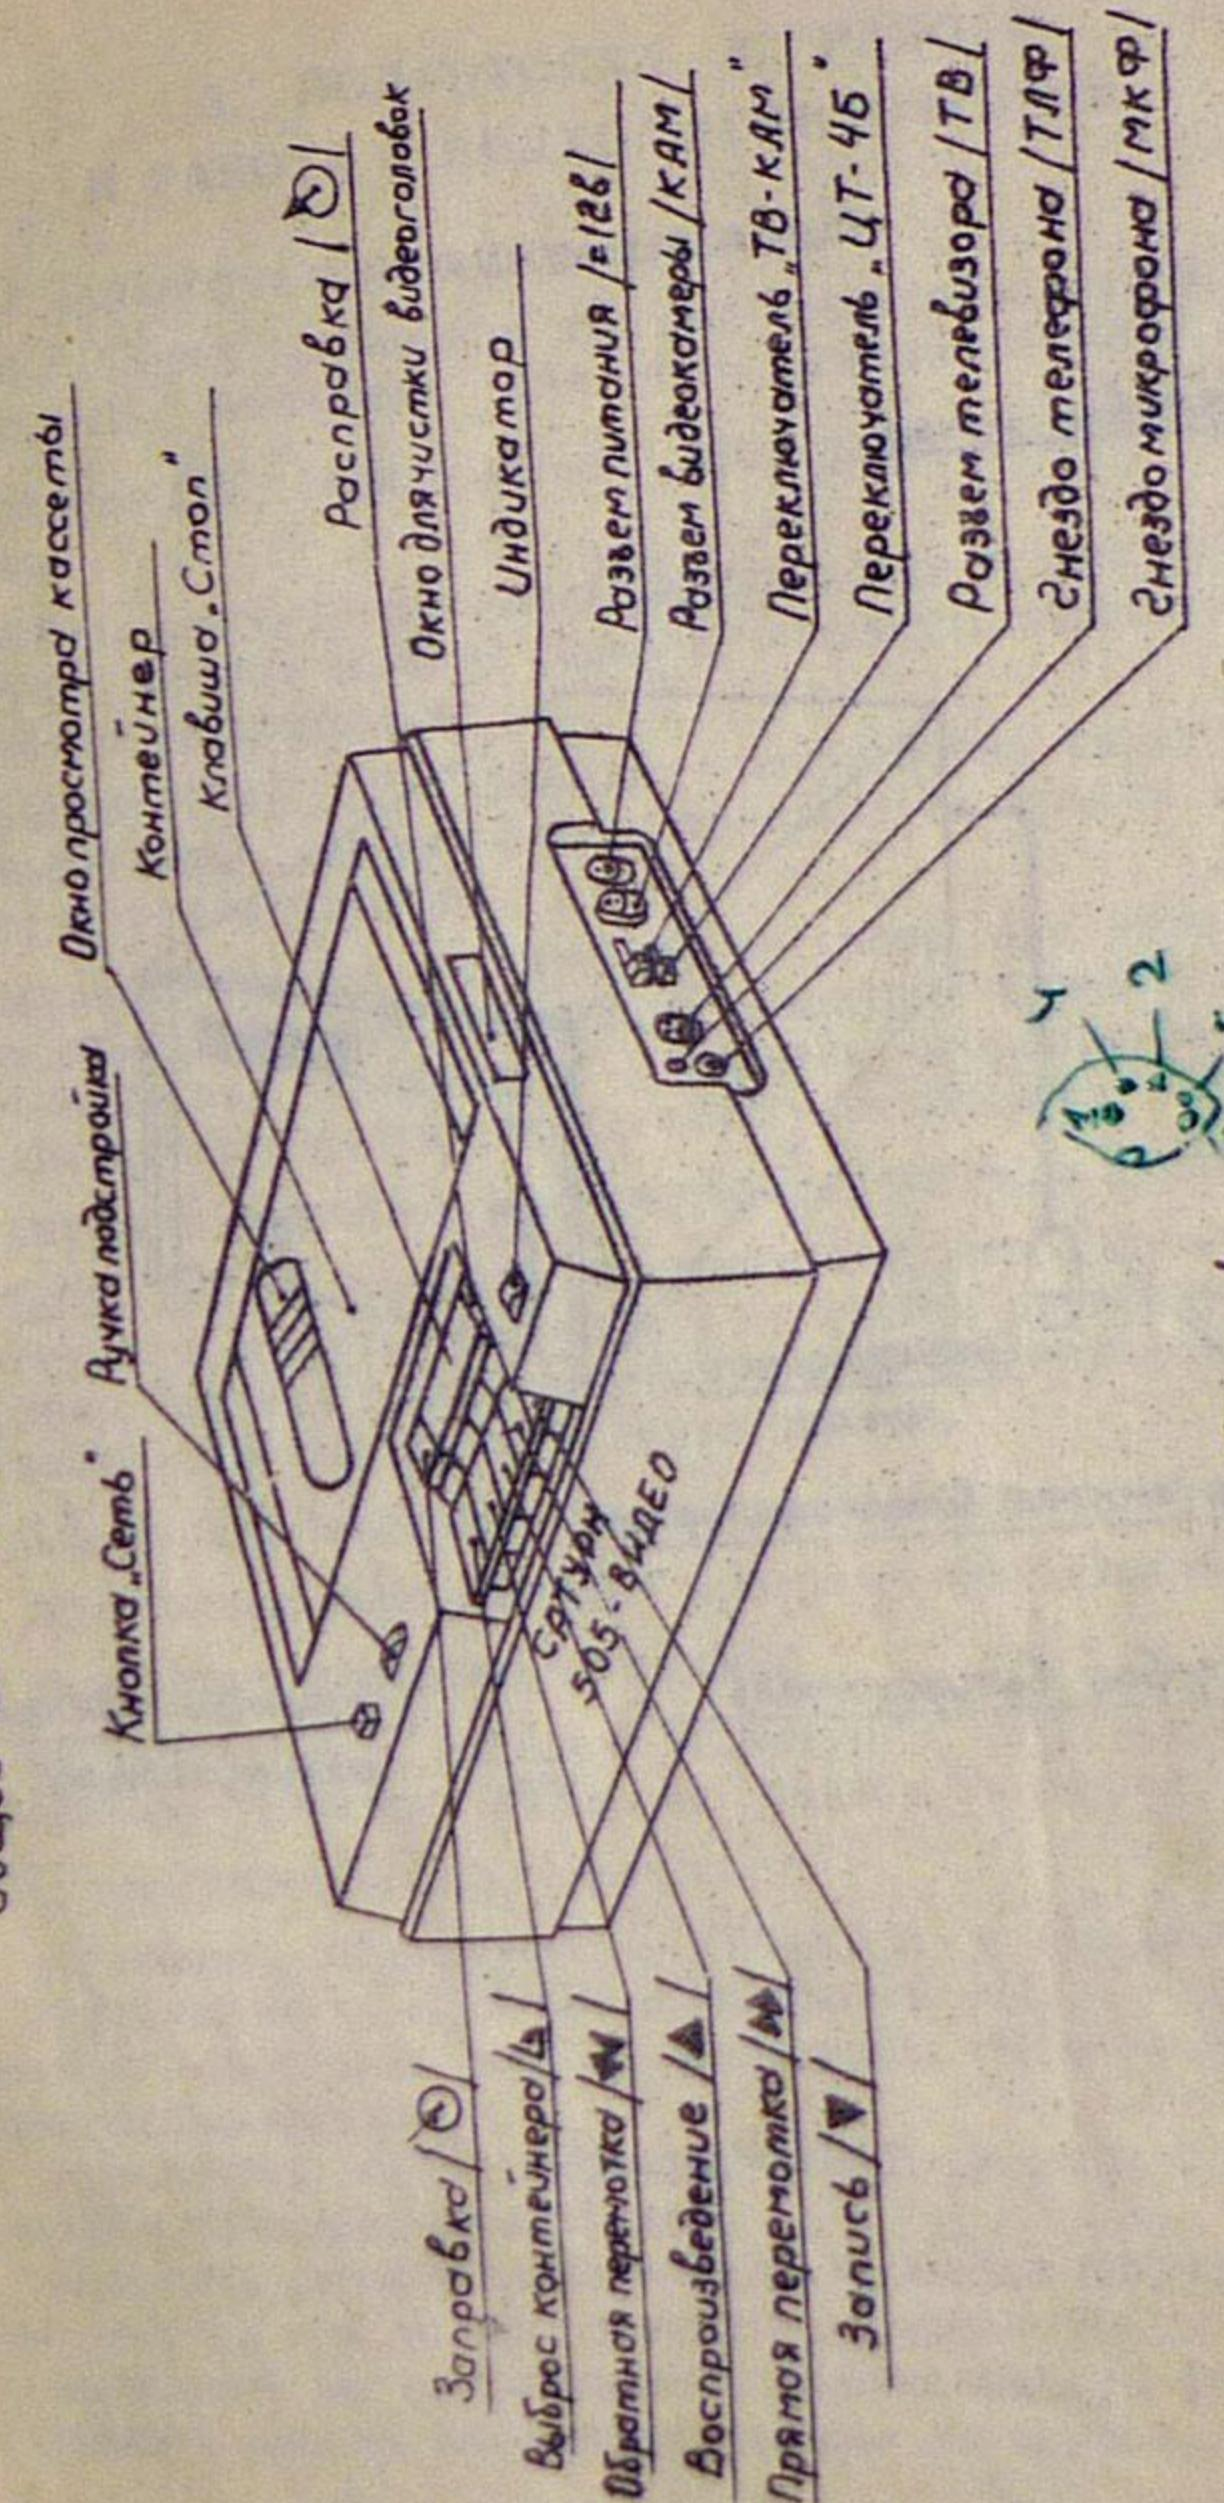

Рис. 1
4.3. Разъемы для внешних электрических соединений и органы управления показаны на рис. 1.